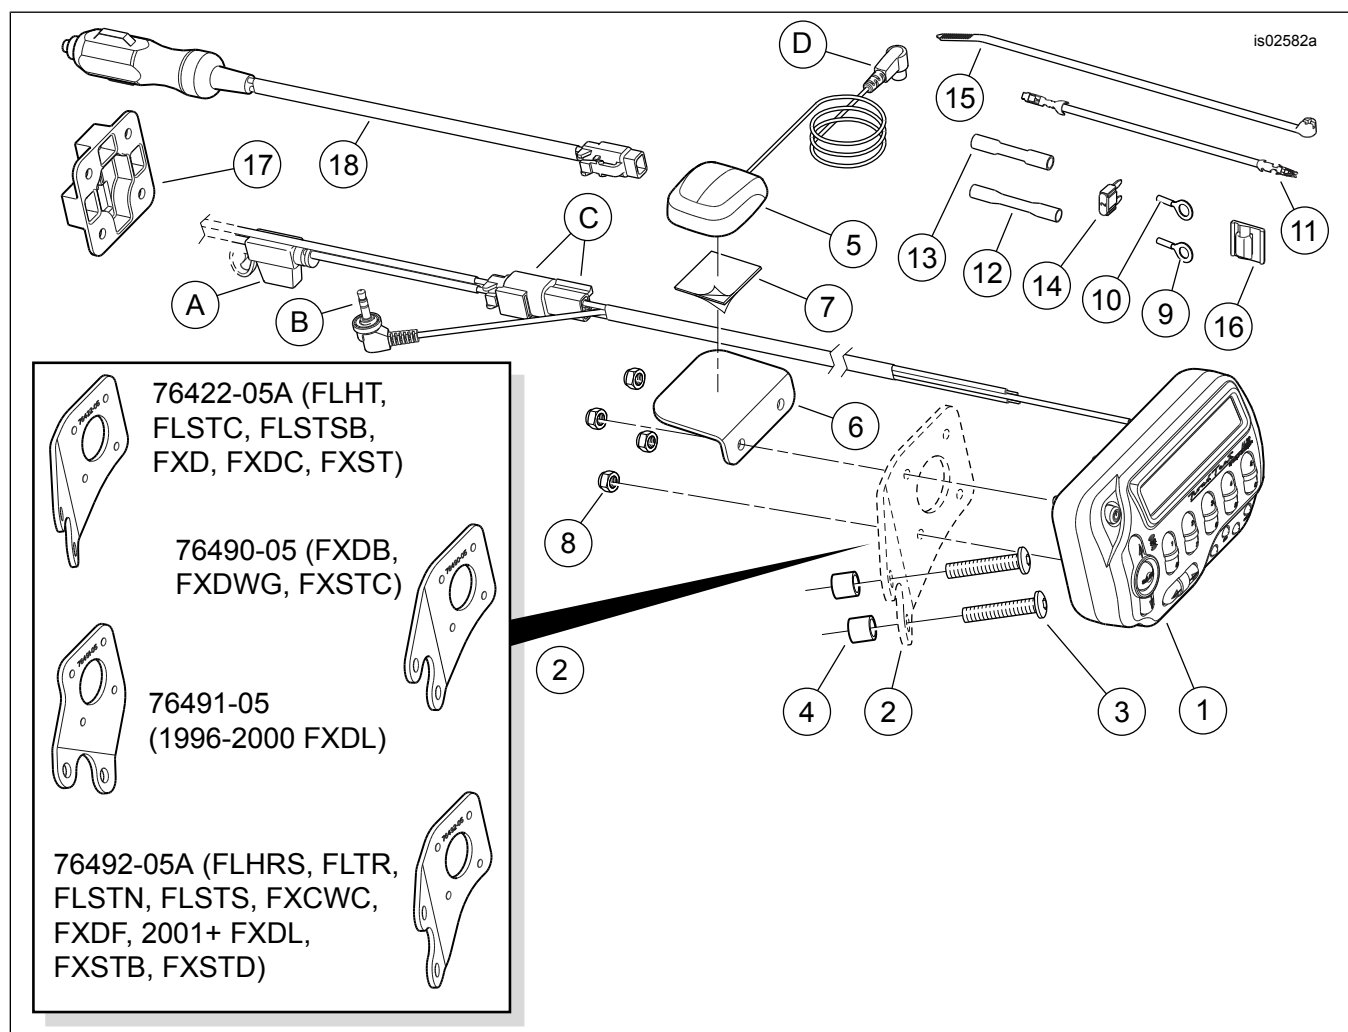

Abbildung 12. Ersatzteile, XM-Satellitenradio-Empfängersatz
6. Siehe Abbildung 12. Die Überlänge des orange/weißen Kabels vom Satellitenempfänger-Kabelbaumkabel abschneiden. Dieses Kabel mit dem roten versiegelten Stoßverbinder (12) aus dem Satz mit dem in Schritt 4 eingebauten Adapterkabel verspleißen.
7. Die 2-A-Sicherung (14) aus dem Satz im Sicherungshohlraum „P&A IGN“, „2A MAX“ einsetzen, um den Schaltkreis zu schließen.
- Siehe Abbildung 12. Die Überlänge des orange/weißen Kabels vom Satellitenempfänger-Kabelbaumkabel abschneiden. Dieses Kabel mit dem roten versiegelten Stoßverbinder (12) aus dem Satz mit dem in Schritt 4 eingebauten Adapterkabel verspleißen.